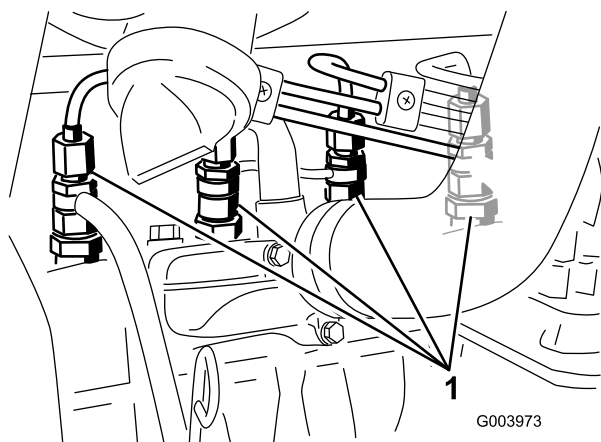

Figura 58
1. Afloje la conexión entre el tubo y el conjunto de boquilla y soporte N° 1 (Figura 58).